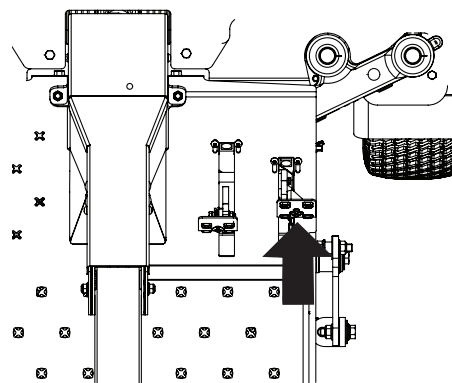

Figure 26
1. Appuyez lentement sur la pédale de marche arrière vers l'avant. La tondeuse commencera à se déplacer en sens inverse (Figure 26).